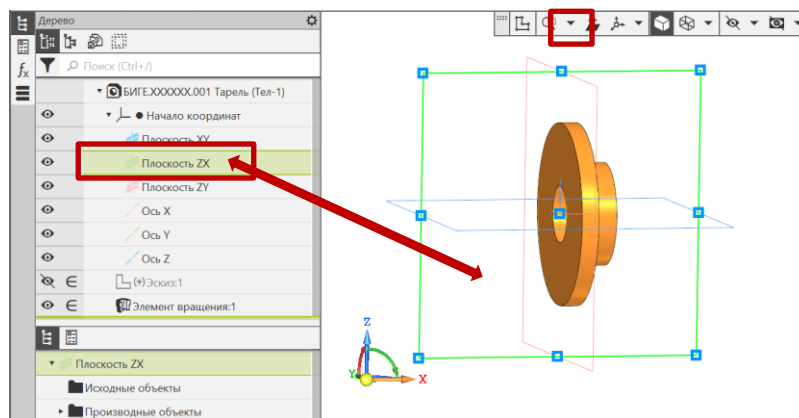

Рис. 9 Изменение ориентации модели детали в пространстве
- **Панель быстрого доступа – Ориентация – Настройка.** Выделить соответствующую плоскость или в дереве документа или на твердом теле (рис. 9) – в данном случае плоскость ZX. Через панель быстрого доступа с помощью команды «**Нормально к...**» расположить модель в пространстве относительно заданной плоскости проекций.